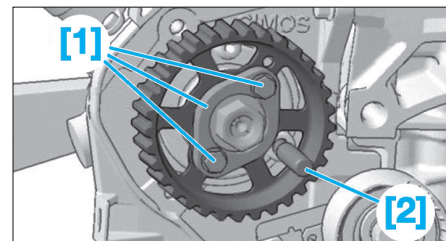

Fig. 30
- le support arrière (6),
- l'écrou de fixation de la roue dentée de pompe à l'aide des outils [1] et [2] (Fig.30),